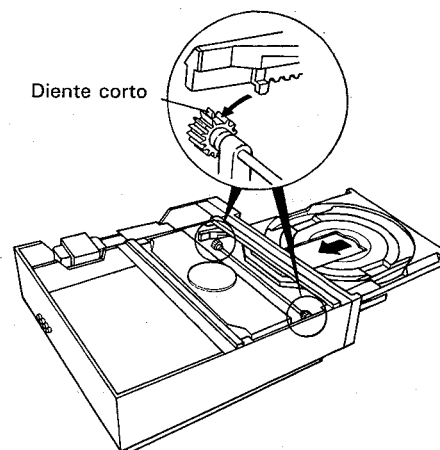

Fig. 8
1. Inserte la bandeja después de alinear los dientes de la bandeja de discos con la sección no dentada del engranaje. (Fig. 8)